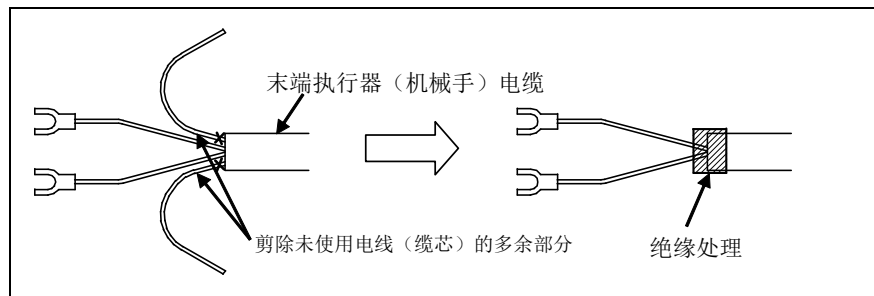

图 5 (a)末端执行器（机械手）电缆的处理方法
- 请剪除末端执行器（机械手）电缆的未使用电线（缆芯）的多余部分并进行绝缘处理。如缠绕醋酸布胶带等。（见图 5 (a)）